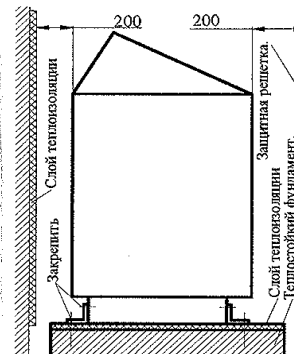

Рис.1 Установка каменки.
6.4. Электрокаменка устанавливается на теплостойкий фундамент рис. 1 и закрепляется с помощью монтажных угольников. Около электрокаменки стены должны иметь огнезащитную панель из листового металла с теплоизоляцией из листового асбеста или минваты. Установку защитной решетки вокруг каменки следует производить на расстоянии согласно п. 6.1.